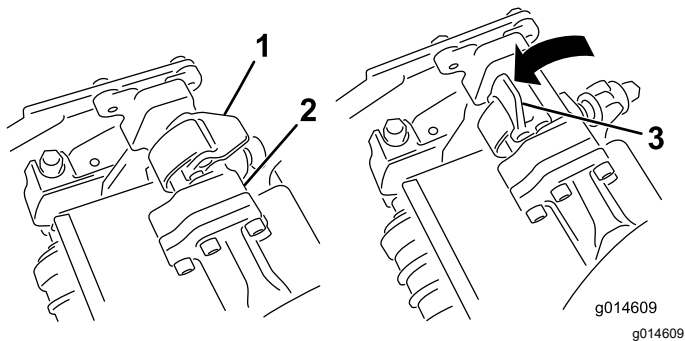
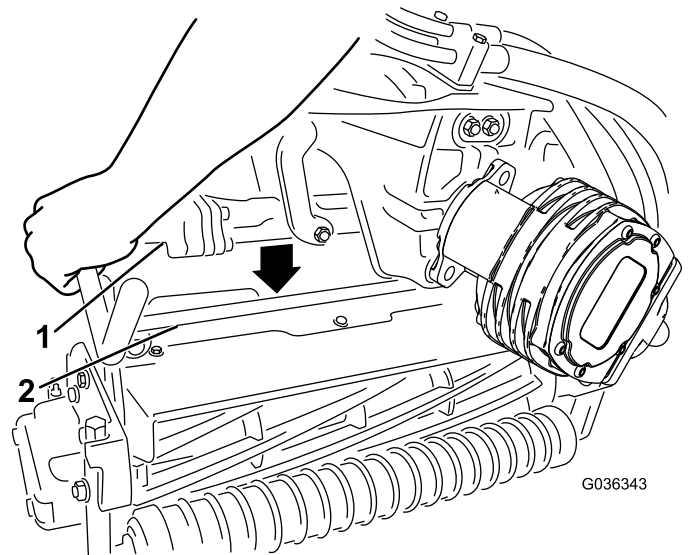

Figura 62
Figura 63
4. Deschidei elementele de fixare de pe bara braului de suspensie (Figura 62) i împingei braul de suspensie în jos, astfel încât bara să se potrivească peste ambele brae de pe unitatea de tăiere i asigurai-vă că elementele de fixare trec pe sub bara transversală a unităii de tăiere (Figura 63).
5. Închidei elementele de fixare în jos i în jurul barei unității de tăiere i blocați-le (Figura 62).
6. Deschideți elementele de fixare de pe bara braului de suspensie a unității de tăiere pe care o îndepărtați (Figura 62).